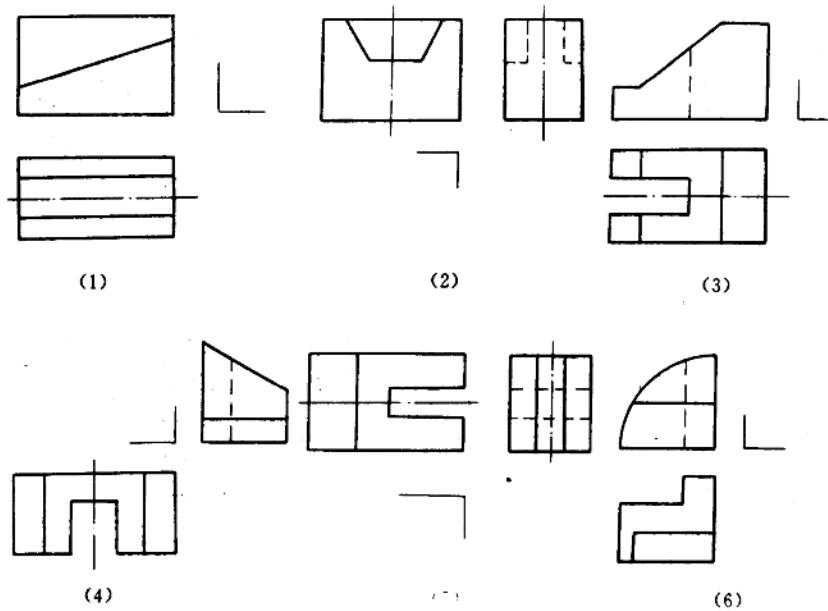

图 1-9
14. 根据图 1-9 所示的两视图，推想出实物形状，补画第三视图。